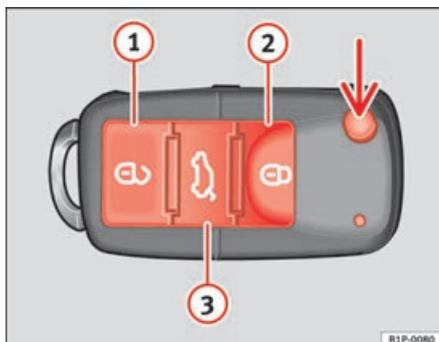

Fig. 64 Affectation des touches de la clé à radiocommande
La touche  $\Rightarrow$  fig. 64 (flèche) de la radiocommande permet de débloquer le panneton de la clé.
Déverrouillage du véhicule  $\Rightarrow$  fig. 64 ①.
Verrouillage du véhicule  $\Rightarrow$  fig. 64 ②.
Déverrouillage du capot de coffre. Appuyez sur la touche  $\Rightarrow$  fig. 64 ③ jusqu'à ce que tous les clignotants du véhicule s'allument brièvement. Après avoir appuyé sur la touche de déverrouillage  $\Rightarrow$  ③, vous disposez de 2 minutes pour ouvrir le coffre. Une fois ce temps écoulé, il se verrouillera de nouveau.
D'autre part, le témoin de la pile de la clé  $\Rightarrow$  fig. 64 clignotera.
En appuyant une fois sur la touche  $\Rightarrow$  fig. 64 ①, seule la porte du conducteur s'ouvrira, et les autres portes resteront fermées. ▶
Appuyez deux fois sur la touche  ⇒ page 105, fig. 64  pour déverrouiller toutes les portes.
⇒ page 105, fig. 64 depuis la serrure de la porte du conducteur.